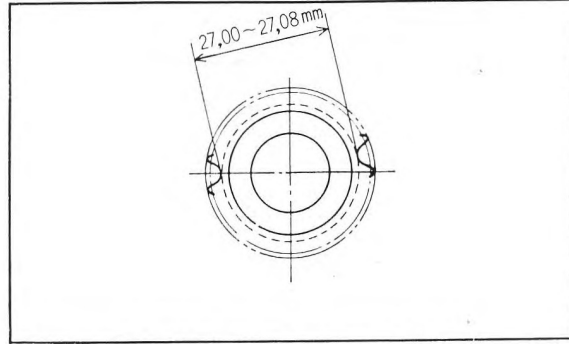

Figure 2-47 : Nombre de dents : 15
4. Diamètre du pignon de distribution, au fond des dents (figure 2-47).